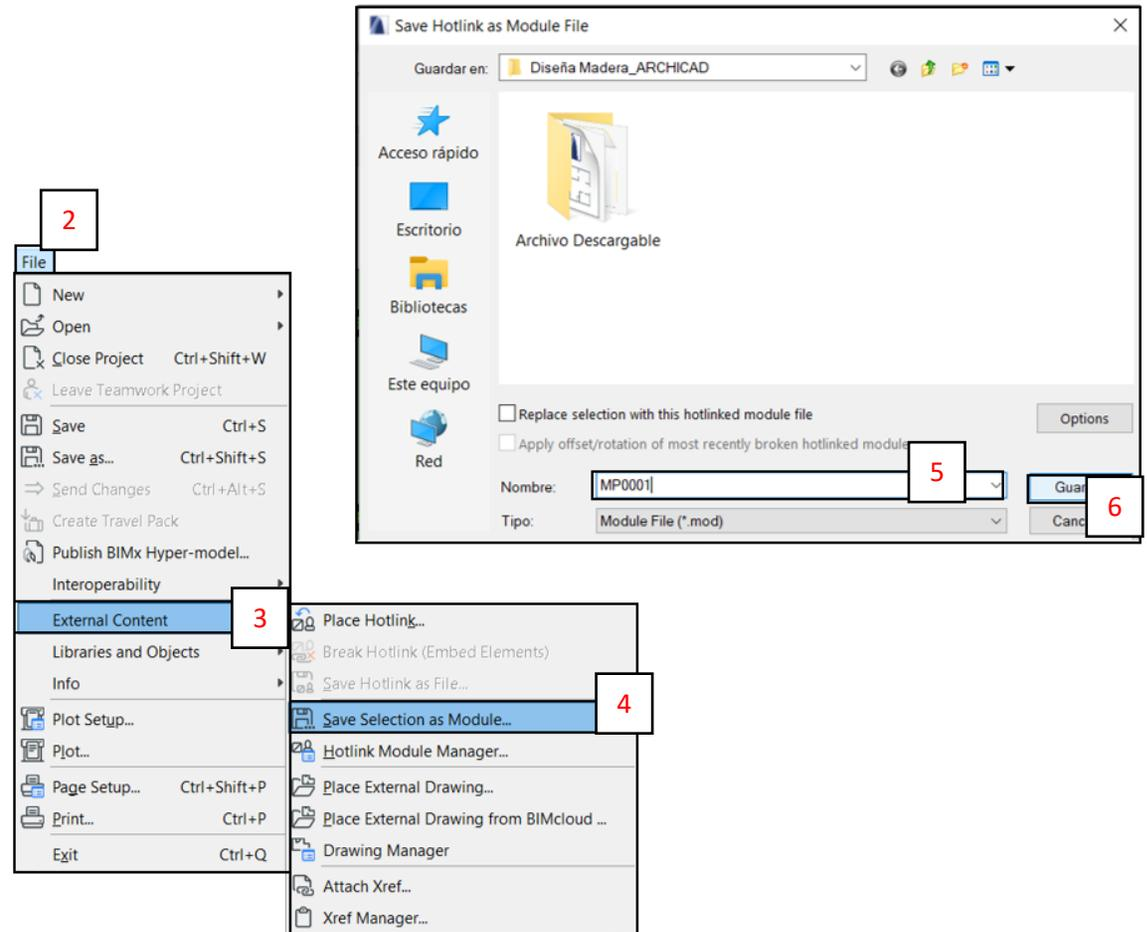

**Fig. 3**
- A. Seleccionar la solución constructiva completa (1) (muro y columnas de madera). (Fig. 3)